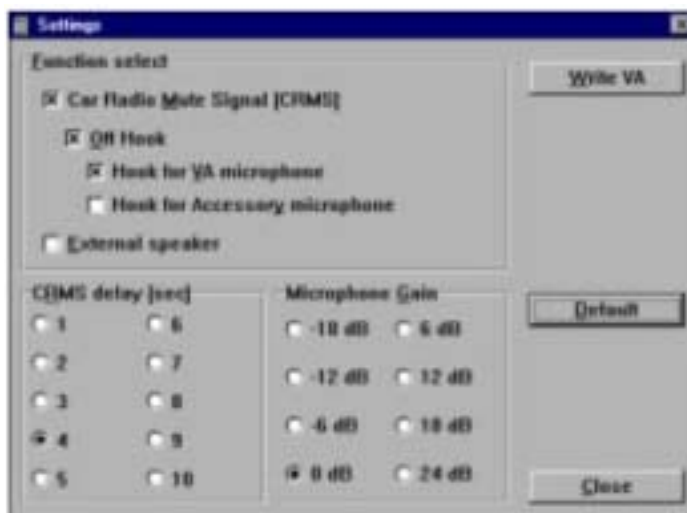

図 3 . 車載アダプタ設定画面
- メニューの”File”の中”Read VA”を選びます。車載アダプタから、内部設定値の読み込みを開始し図 3 のような画面が表示されます。